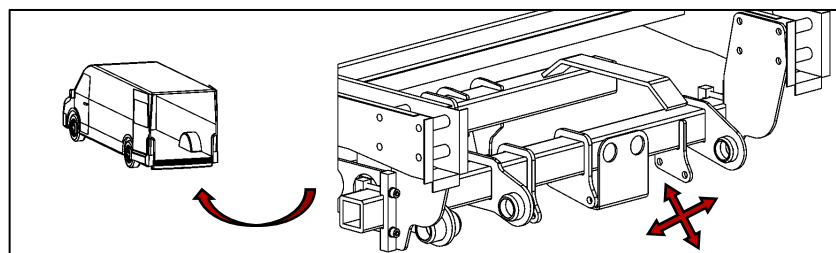

Abbildung 30
- Montage Adapter am Hubwerk entsprechend Bohrungen des Herstellers am Fahrzeugrahmen ausrichten. **HINWEIS:** für Fahrzeuge mit einer Ladebordwand mit Kugelkopfkupplung (siehe Abbildung 30)